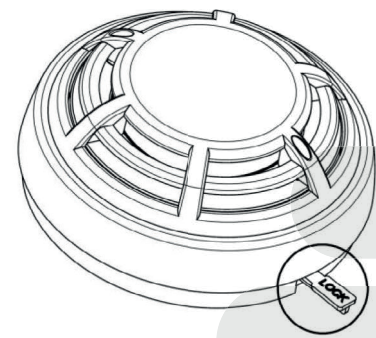

Fig.4
- > Se il sensore è bloccato sulla base, per sbloccarlo inserire la chiave nel punto indicato (Fig.4) e ruotare il sensore in senso antiorario;